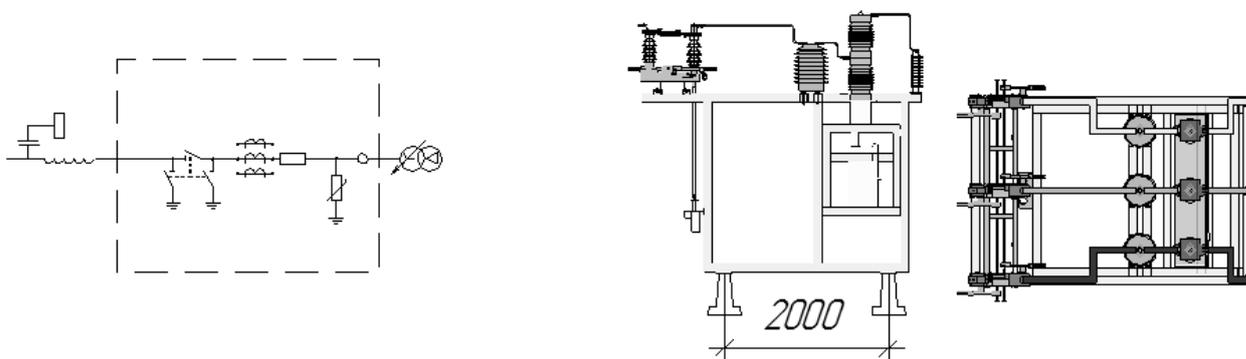

Рис. 1. Схема 35-3 и внешний вид блока Б35\_1-425.
5.1 Электрические принципиальные схемы и общий вид ОРУ-35 кВ показаны на рис. 1–13. Примеры планов подстанций приведены на рис. 14–18.